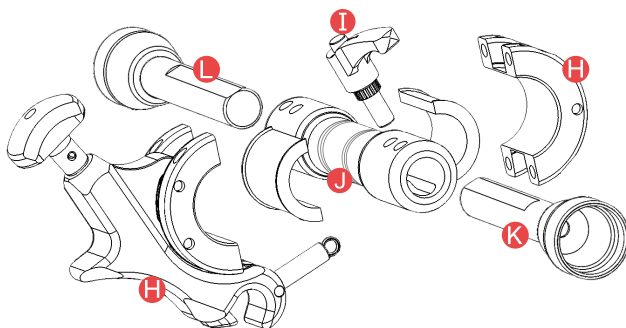
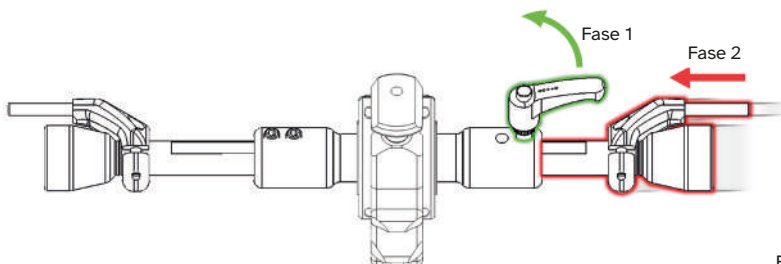
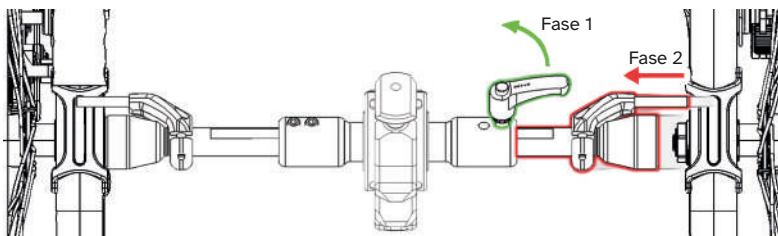

Figura 16
Figura 17
Figura 23
1. Svitare la Leva di Serraggio (Figura 16 Lettera I) di mezzo giro per sbloccare il Perno Telescopico (Figura 16 Lettera K). (Figura 17).
2. Ritirare il Perno Telescopico (Figura 16 Lettera K) fino a raggiungere l'estensione minima. Non serrare la Leva di Serraggio prima di aver raggiunto il passo numero 5 (Figura 17).
1. Svitare la Leva di Serraggio (Figura 16 Lettera I) di mezzo giro per sganciare il Perno Telescopico (Figura 16 Lettera K). (Figura 23).
2. Ritirare il Perno Telescopico fino a raggiungere l'estensione minima (Figura 23).